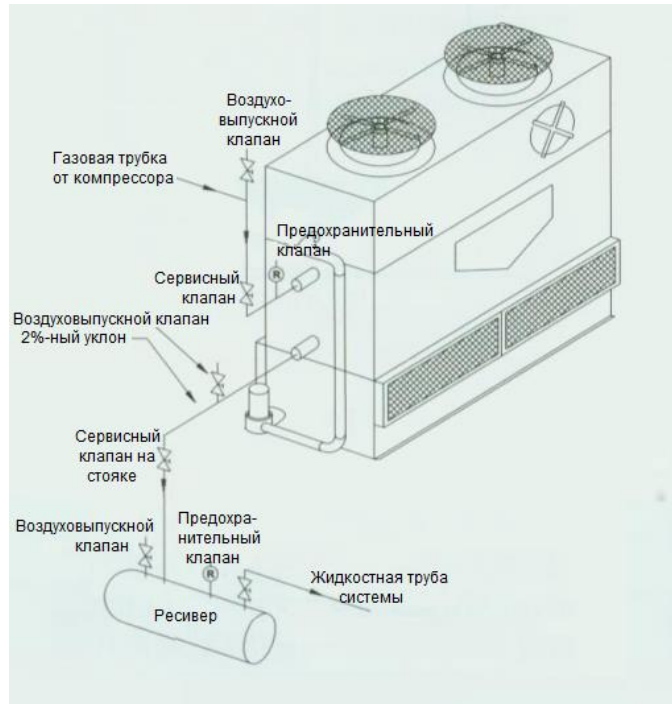

Рис. 4.
- (1) если жидкостная труба выносного конденсатора подключена к пространству ресивера, предназначенному для газообразной фазы (отверстие впуска жидкости находится в верхней части ресивера), размер выпускной жидкостной трубы должен быть определен исходя из скорости потока хладагента не более 0,5 м/с при полной нагрузке, как показано на рис. 4. В противном случае между верхней частью ресивера и выпускной жидкостной трубой выносного конденсатора следует установить балансировочную